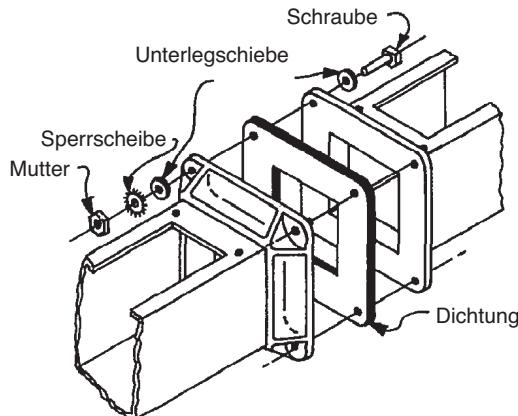
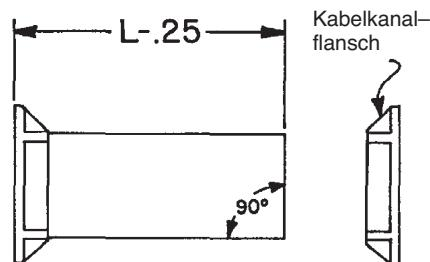
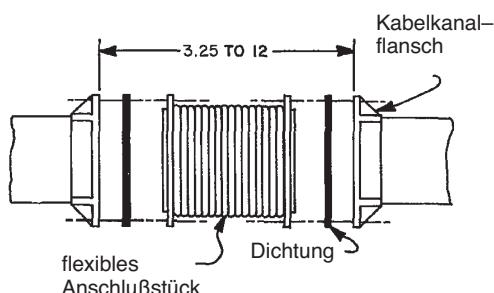
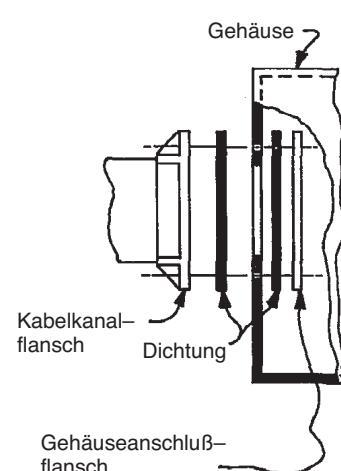

Abb. 1
Abb. 2
Abb. 3
Abb. 5
- A. Um die meisten Kabelkanäle zu montieren wird zuerst die Flanschdichtung zwischen den Kanalflanschen angebracht. Dann werden die Flansche mit Schrauben, Unterlegscheiben und Muttern, wie in Abb. 1 gezeigt, verbunden.
- A. Bestimmen Sie zuerst die Flanschlänge L. Die minimale Länge ist 2.5"; die maximale Länge ist 24". Schneiden Sie den Kabelkanal auf die Länge L–0.25", wie in Abb. 2 gezeigt, zu. Achten Sie darauf, daß der Kanal gerade abgeschnitten wird. Glätten Sie alle Oberflächen, die zusammengefügt werden soll, sorgfältig und kleben Sie den Kabelkanalflansch mit dem mitgelieferten Epoxydharzkleber an den Kanal. Folgen Sie den Anweisungen, die dem Kleber beigelegt wurden um eine gute Klebestelle zu erhalten. Sie können nun das verkürzte Kanalstück an andere Kabelkanäle wie in Abb. 1 gezeigt anbringen.
- A. Das flexible Anschlußstück kann für Längenabweichungen von 3.25" bis 12" verwendet werden. Montieren Sie das Anschlußstück wie in Abb. 3 gezeigt. Befestigen Sie das Anschlußstück mit den Schrauben am Kabelkanalflansch (Abb. 1).
- A. Montieren Sie die Dichtung wie in Abb. 4 gezeigt zwischen den Kabelkanalflansch und der Abschlußplatte. Verbinden Sie die beiden Teile mit den Schrauben (Abb. 1).
- A. Bestimmen Sie die Stelle, an der der Kabelkanal in das Gehäuse eintreten soll. Für den Kabelkanalflansch muß eine flache Oberfläche vorhanden sein. Fertigen Sie eine Öffnung und bohren Sie Löcher wie in Abb. 5 gezeigt. Bringen Sie den Gehäuseanschluß und eine Flanschdichtung im Inneren des Gehäuses an (Abb. 5). Bringen Sie eine weitere Flanschdichtung zwischen dem Kabelkanal und der Außenseite des Gehäuses an. Verschrauben Sie nun die Teile mit den Schrauben, wie in Abb. 1 gezeigt.